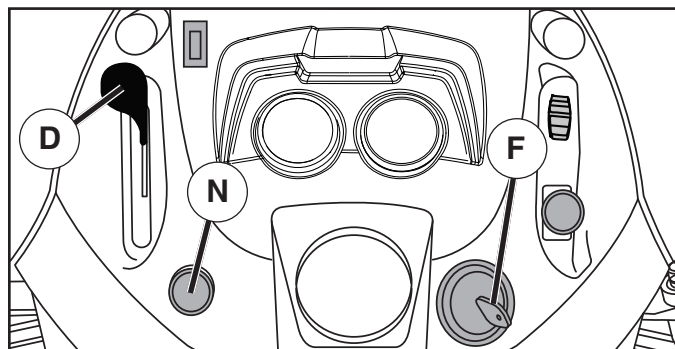

Fig. 8
PARA USAR EL CONTROL DE LA ACELERACIÓN (D) (Vea Fig. 8)
PARA USAR EL CONTROL DE ESTRANGULACIÓN (N) (Vea Fig. 8)